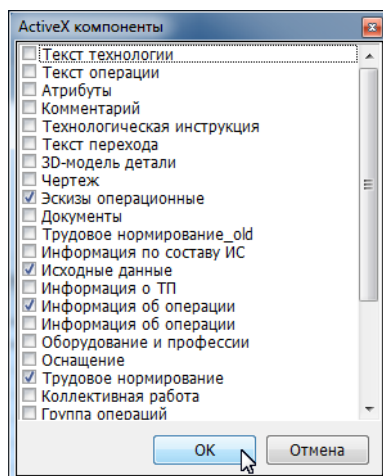

Рис. 10.41. Выбор ActiveX компонентов для класса
- в открывшемся окне **ActiveX компоненты** (Рис. 10.41) выбрать вкладки, которые следует добавить в список, установив маркеры напротив названия нужного компонента (см. п. 10.2.4 Установка параметров безопасности для элементов интерфейса);